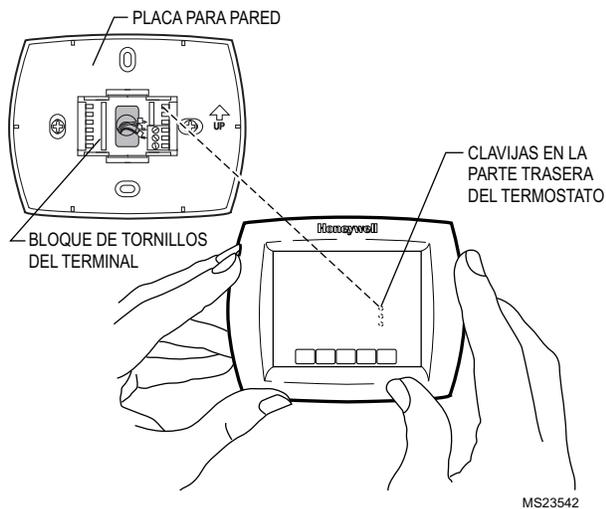

Fig. 22. Montaje del termostato en la placa para pared.
1. Haga coincidir los bloques de tornillos del terminal con las clavijas en la parte trasera del termostato. Presione el termostato firmemente sobre la placa para pared hasta que encaje en su lugar. Vea la Fig. 22.